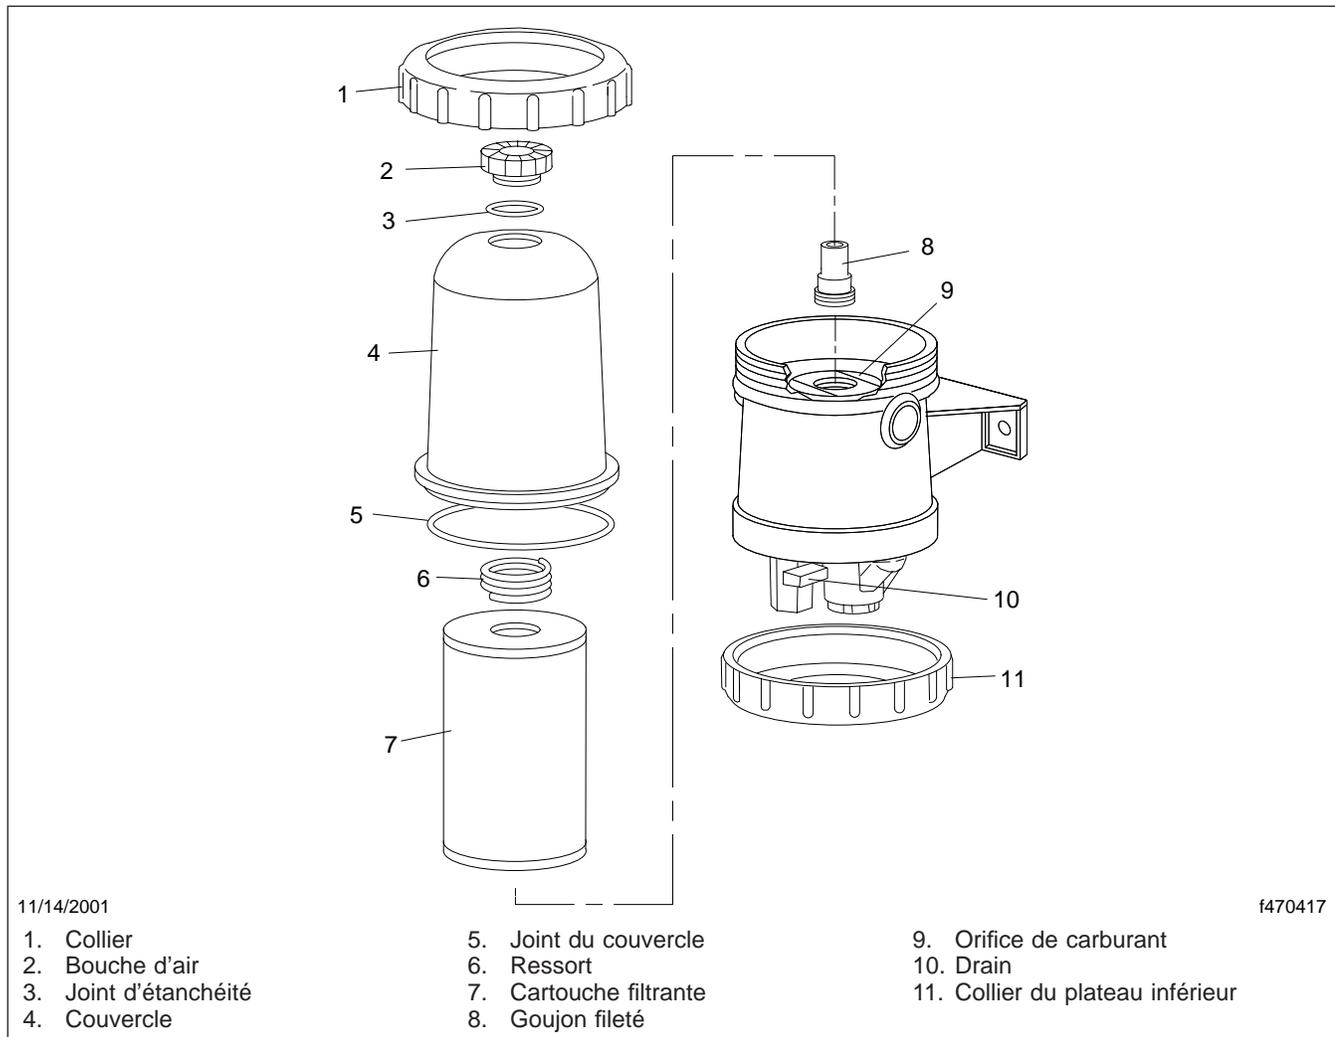

Fig. 24.3, Séparateur carburant-eau Davco, modèle 382
1. Vidangez le carburant sous le niveau du collier. Voir la **figure 24.2** pour le modèle de séparateur carburant-eau 232/233, et la **figure 24.3** pour le modèle de séparateur carburant-eau 382.